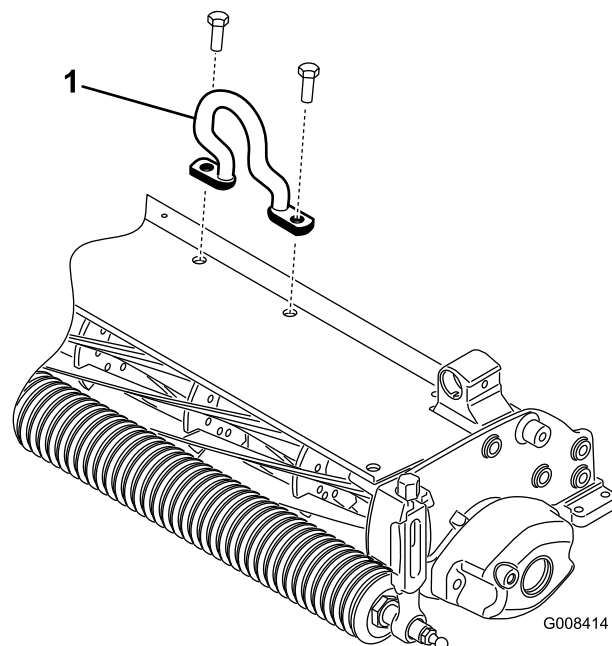

Figura 6
2. Instale o elo de desvio (Figura 6) na parte superior da unidade de escarificação com dois parafusos.